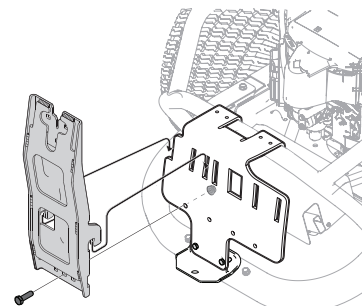

Figura 7
2. Instale la ménsula de soporte vertical en el conjunto de montaje sobre el tractor enganchándolo encima del conjunto de montaje tal como se muestra en la Figura 7.
3. Fije la ménsula de soporte vertical a la unidad de montaje con un perno hexagonal (710-0376) y una tuerca de seguridad con brida (712-04063) que viene con el paquete de herrajes 689-01419. Consulte la Figura 7.